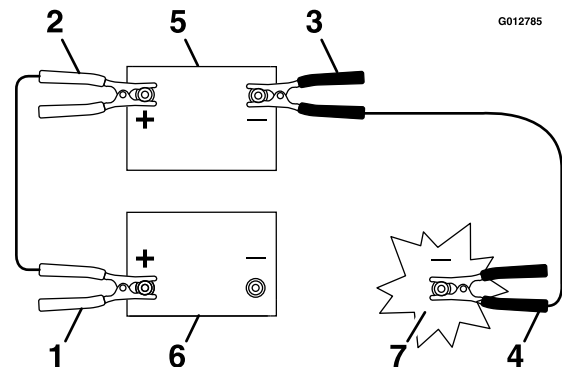

Figure 62
3. Connectez le câble positif (+) à la borne positive (+) de la batterie à plat qui est reliée au démarreur ou au solénoïde, comme montré à la Figure 62.